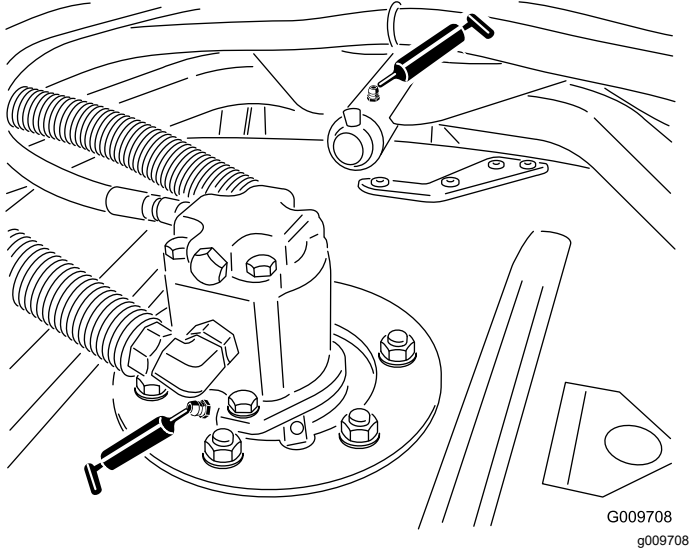

Bild 85
- Spindelwellenlager des Mähwerks (2 pro Mähwerk), wie in Bild 85 abgebildet
- Trägerarmbüchsen des Mähwerks (1 pro Mähwerk), wie in Bild 85 abgebildet